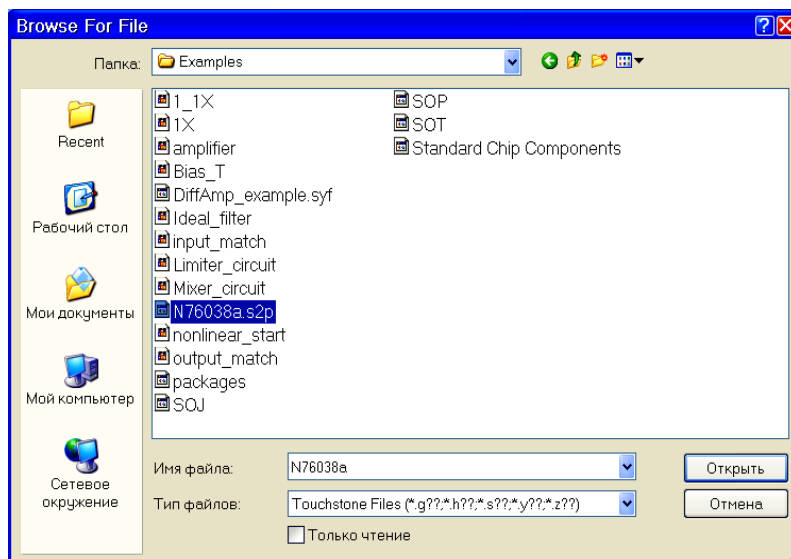

Рис. 5.5
2. Правой кнопкой мышки щёлкните по группе **Data Files** в окне просмотра проекта и выберите **Import Data File**. Откроется диалоговое окно **Browse For File** (рис. 5.5).